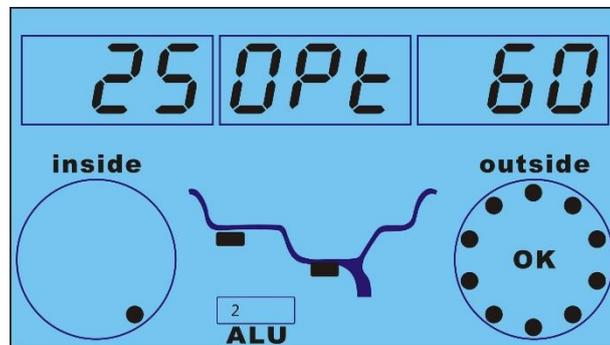

Bild 6
5. Bewege das Rad langsam gegen den Uhrzeigersinn. Wenn alle **rechten** LEDs der Anzeige aufleuchten, zeigt dies die richtige Winkelposition an, an der die Gegengewichte montiert werden sollen. Bringe das Gegengewicht auf der 12 Uhr - Position **außen**, wie in Bild 6 gezeigt, an.